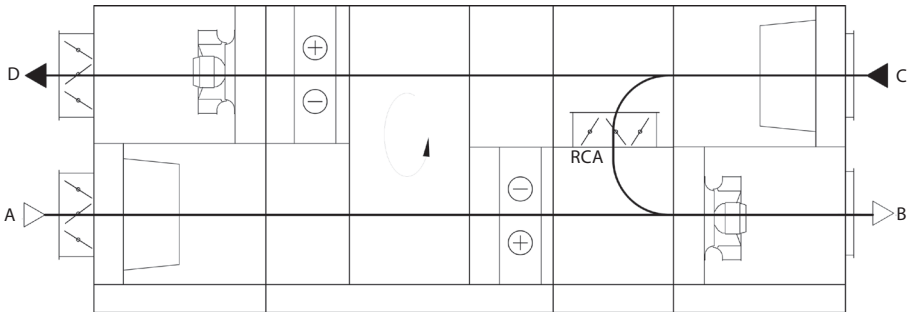

Рисунок 2
- Из-за ограничений расхода воздуха рабочий режим блоков RHP с функцией рециркуляции (рисунок 2) может быть нестабильным. Если одно или оба значения расхода воздуха ниже (при рециркуляции, на выпуске со стороны вентилятора), чем на рисунке 1, производительность теплового насоса будет ограничена или тепловой насос выключится;